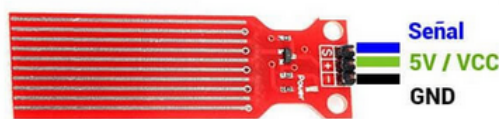

Figura 5: Sensor de nivel.
- Sensor de nivel: Se encarga de detectar si hay líquido. Trabaja con una alimentación entre 3 y 5 V de DC a una corriente menor a 20 mA. Tiene una resolución de 10 bits. Este sensor se observa en la figura 5.